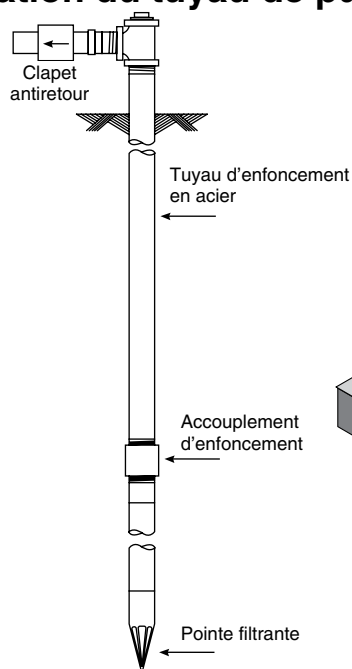

Figure 6 – Installation sur une pointe filtrante
1. Raccorder le tuyau d'aspiration sur la pointe filtrante, comme il est illustré à la Figure 6. Garder le tuyau horizontal aussi court que possible. Utiliser du ruban d'étanchéité en PTFE pour filetage sur tous les filets mâles. Il faudra peut-être utiliser plusieurs pointes filtrantes pour que la pompe soit suffisamment alimentée en eau.
2. Dans le cas d'une pointe filtrante, et pour faciliter l'amorçage de la pompe, poser un clapet antiretour en ligne, comme il est illustré à la Figure 6. S'assurer que la flèche du clapet est orientée vers la pompe.
REMARQUE : Si on doit utiliser une grande longueur de tuyau horizontal, poser un té d'amorçage entre le clapet antiretour et la tête du puits, comme il est illustré à la Figure 6. Si l'installation est faite sur des pointes filtrantes, poser un clapet antiretour comme il est illustré à la Figure 6. S'assurer que la flèche indiquant le sens de circulation de l'eau et frappée sur le clapet antiretour est orientée vers la pompe.